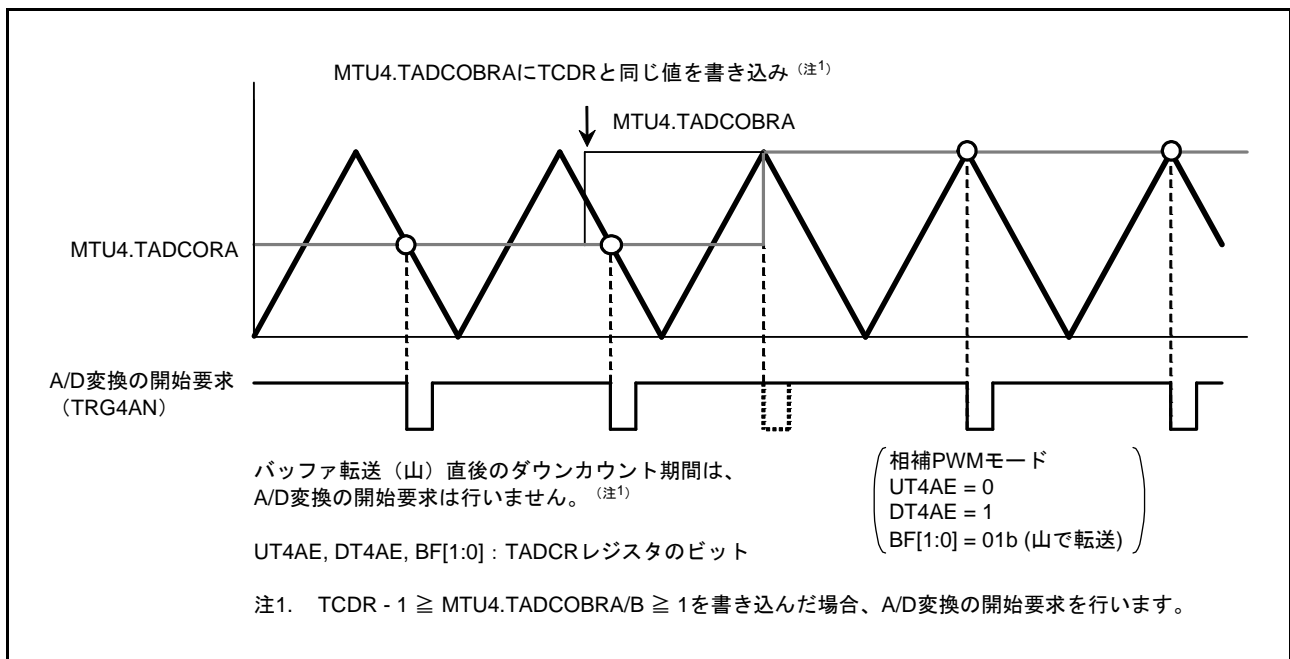

図 20.142 MTU4.TADCOBRA に TCDR と同じ値を書き込んだときの A/D 変換の開始要求 (MTU4)
- MTU4.TADCOBRA、MTU4.TADCOBRB レジスタに TCDR レジスタと同じ値、かつ、MTU4.TADCR レジスタの DT4AE、DT4BE ビットに“1”を設定して、MTU4.TCNT カウンタの山でバッファ転送したとき、転送直後のダウンカウント期間については A/D 変換の開始要求を行いません (図 20.142)。